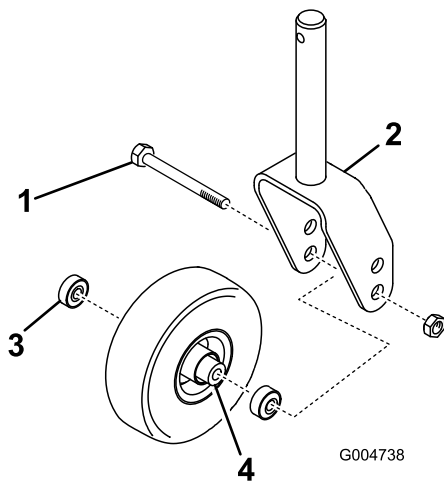

Figura 136
1. Togliete il dado di bloccaggio dal bullone che fissa il gruppo ruota orientabile alla forcella o al braccio di rotazione (Figura 136).
2. Afferrate la ruota orientabile ed estraete la vite a testa cilindrica dalla forcella o dal braccio di rotazione (Figura 136).
3. Togliete il cuscinetto dal mozzo della ruota e lasciate cadere il distanziale del cuscinetto (Figura 136).
4. Togliete il cuscinetto dalla parte opposta del mozzo della ruota (Figura 136).